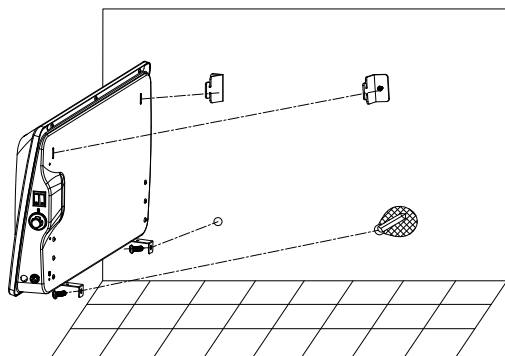

Рис. 8
8. Разместите прибор на стене, зафиксировав конвектор с помощью шурувов через крепежи в нижней части прибора (рис. 8).